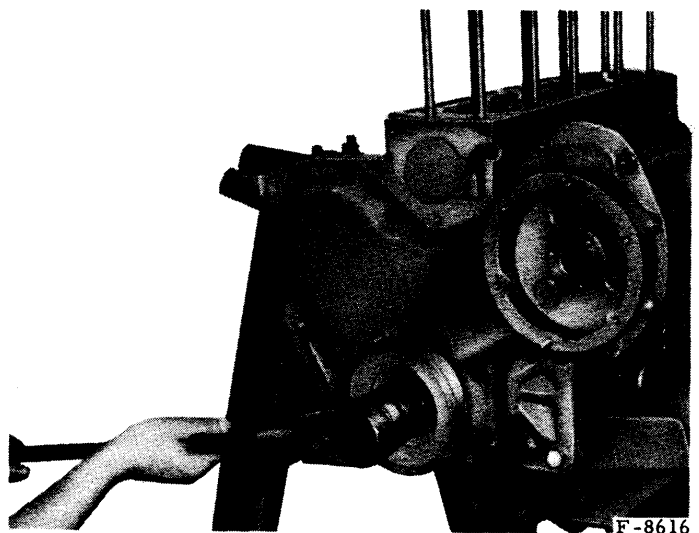

Fig. 5.- Dégagement de l'écrou de poulie de vilebrequin
- Dévissez l'écrou de serrage de la poulie en maintenant le vilebrequin (fig. 5).